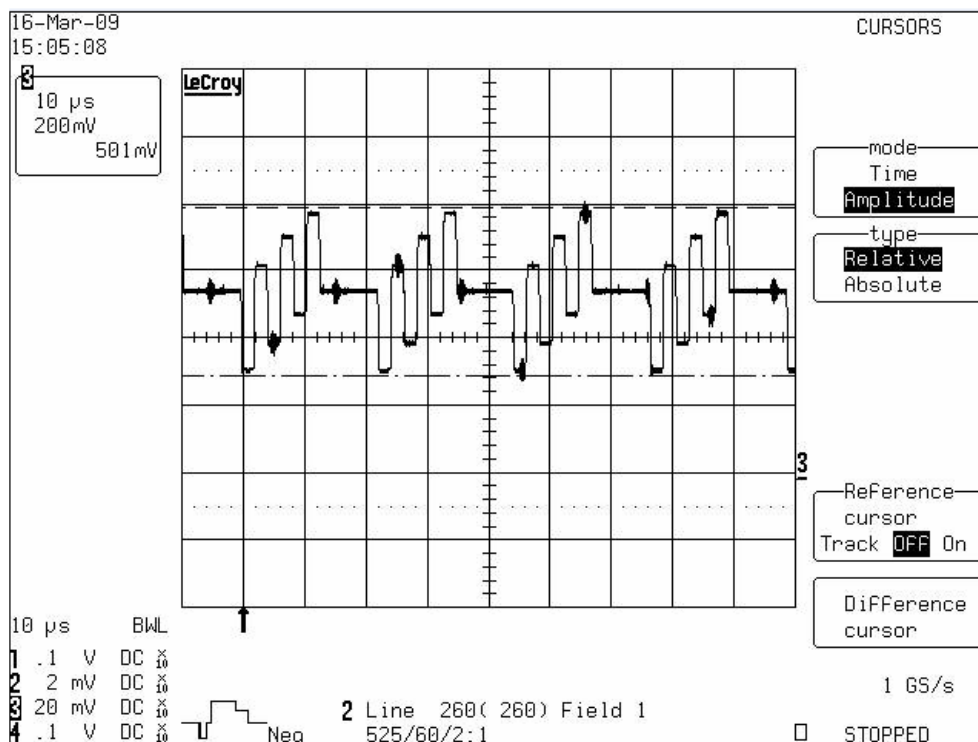

图24
6、YPbPr端子输入全彩条信号，在进入主芯片N39的耦合电容C49之后（YPbPr—Pr部分）的波形如图24所示：